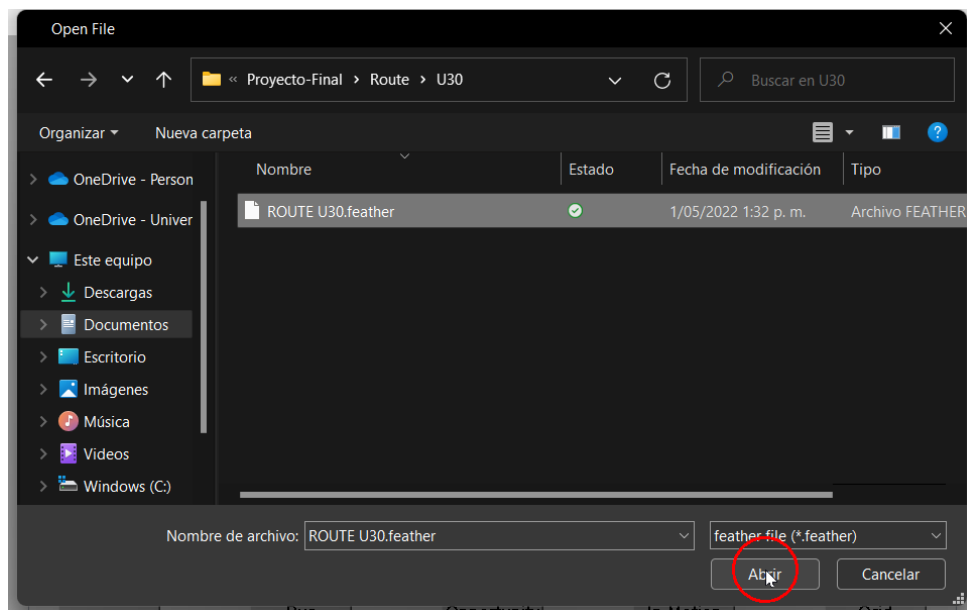

Figura 18: Selección de archivo.
2. En segundo lugar, se debe seleccionar el archivo y presionar **Abrir** como se muestra en la figura 18.